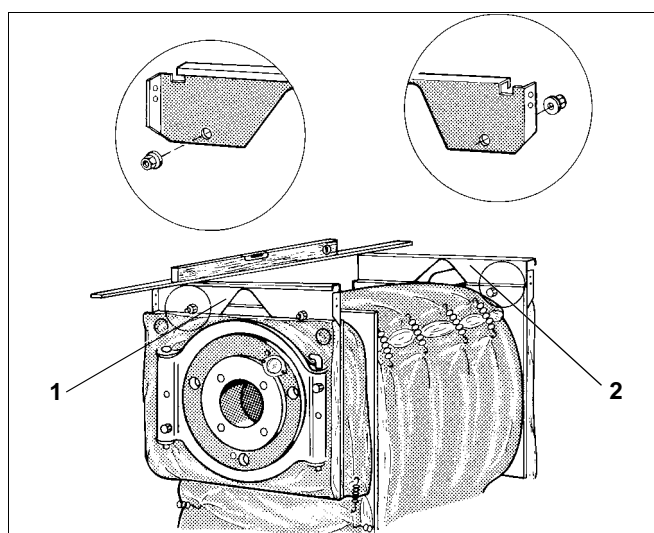

Abb. 7 Vordere und hintere Traversen montieren
- Vordere Traverse (Abb. 7, **Pos. 1**, trapezförmiger Ausschnitt nach unten) mit den 2 Bohrungen oben in die Schrauben einsetzen und mit Muttern verschrauben (Abb. 7).
- Hintere Traverse (Abb. 7, **Pos. 2**, trapezförmiger Ausschnitt nach unten) mit den 2 Bohrungen oben in die Schrauben einsetzen und mit Muttern verschrauben (Abb. 7).
Die Abkantungen an den Traversen müssen nach außen zeigen, die vordere und hintere Traverse muss waagrecht ausgerichtet sein (Abb. 7).